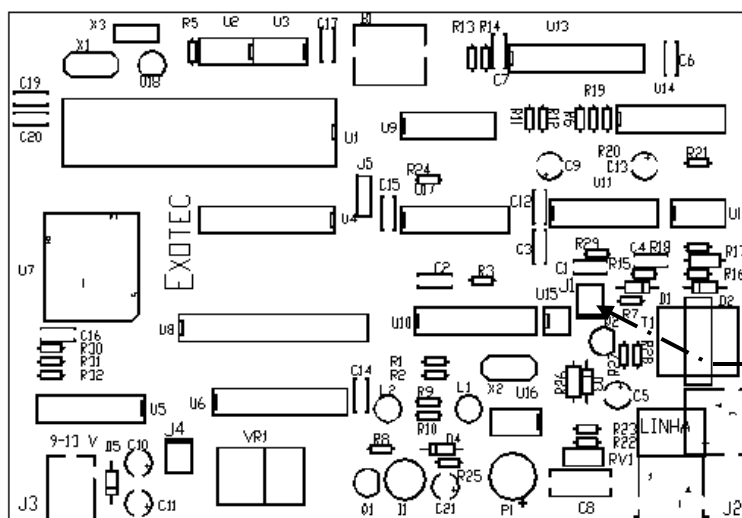

Figura 1. Circuito Impresso
- 2- Abra o gabinete do atendedor e conecte o cabo de gravação no conector J1 do circuito impresso (vide Figura 1 abaixo)